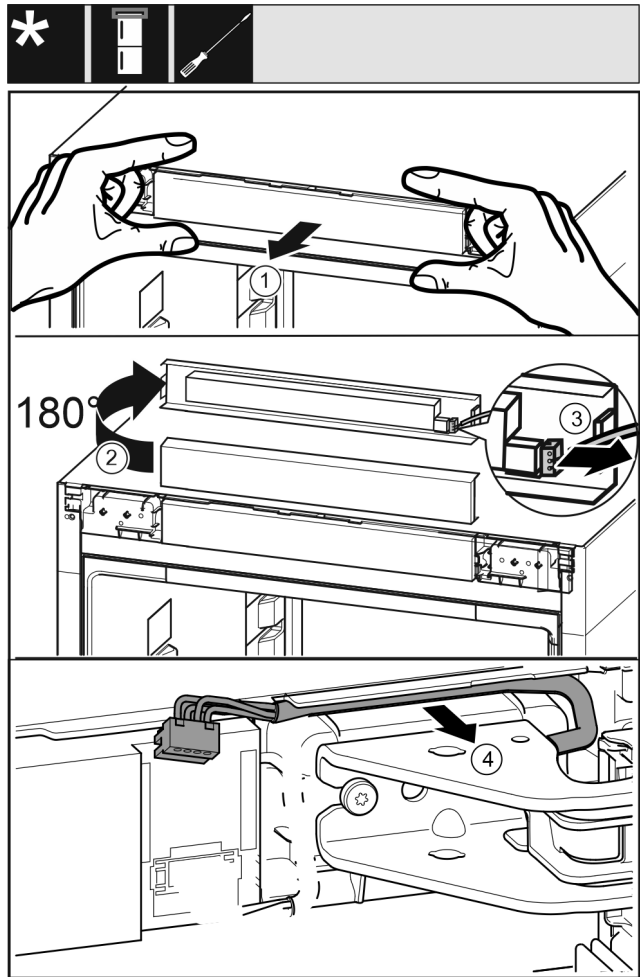

Fig. 18
- ▶ Allentare con cautela la maschera di comando Fig. 18 (1) in avanti.
- ▶ Ruotare la maschera di comando Fig. 18 (2) verso l'alto di 180°.
- ▶ Spingere il naso di arresto Fig. 18 (3) all'indietro ed estrarre con cautela la spina.
- ▶ Allentare con cautela il cavo Fig. 18 (4) dalla guida passando attraverso il blocco di supporto.